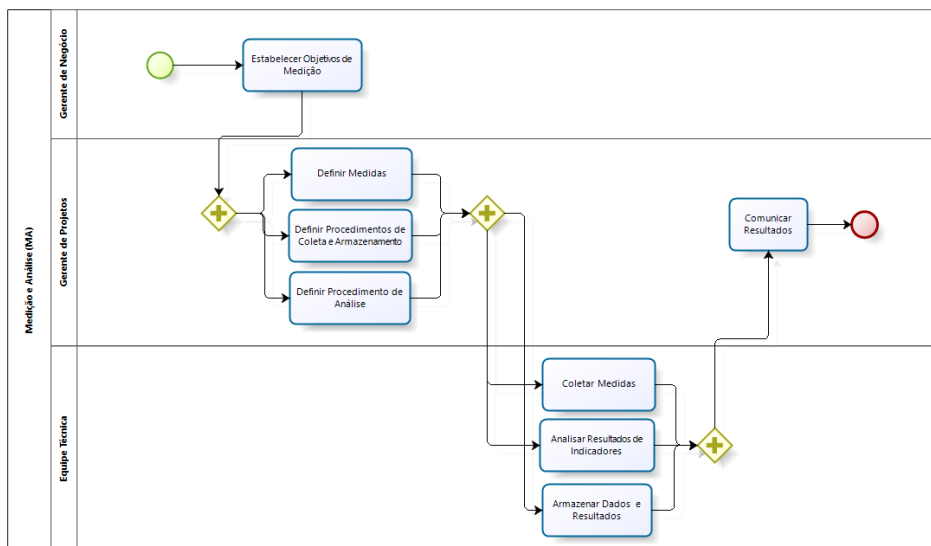

Figura 6. Fluxo da área de processo MA
3.3.4. Medição e Análise (MA)
O objetivo da área de processo Medição e Análise (MA) é fornecer subsídios para desenvolver e manter uma capacidade de medição utilizada para dar suporte às necessidades de informação para gestão. O fluxo de trabalho desta área está ilustrado na Figura 6.